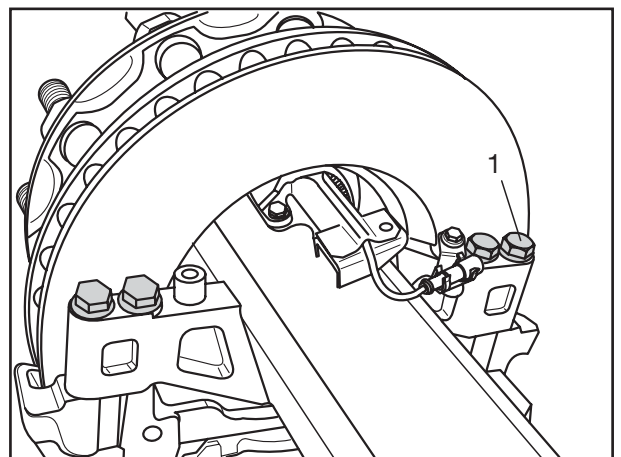

Fig. 3
- [5] Bei tangential verschraubten Bremsrahmen eine Schraube mit Scheibe gegenüber dem Festlager (Fig. 3/1) bis zur Kopfauflage vorziehen, anschließend die übrigen Schrauben mit Scheiben vormontieren.
- [6] Schraube (1) auf der Festlagerseite auf das vorgeschriebene Anziehdrehmoment von
- [5] In the tangentially mounted brake carrier, pre-tighten one bolt and washer opposite the fixed bearing (Fig. 3/1) until the bolt head makes contact. Then pre-tighten the other bolts and washers.